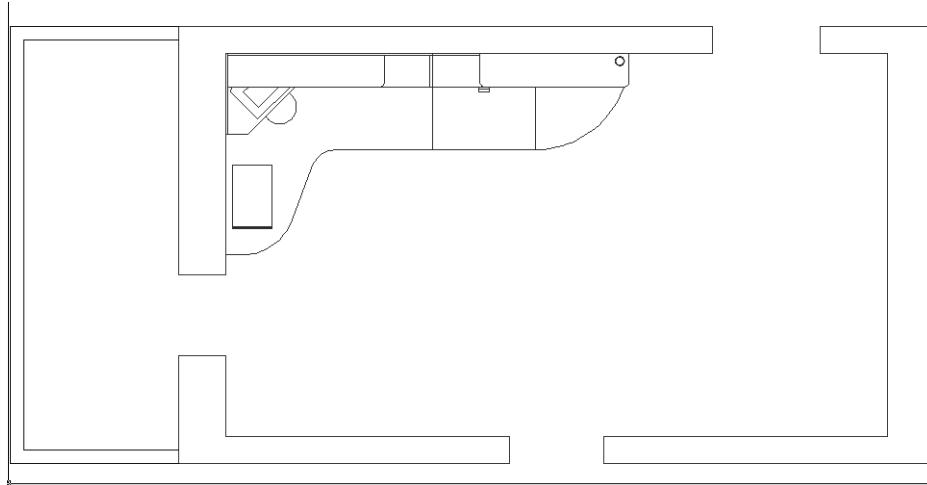

Рис. 7.6 ▼ Контуры балкона и стен с дверными проемами созданы
16. Сместите контур балкона внутрь на 100 мм, затем примените инструмент **Расчленить** (Explode) для расчленения обоих прямоугольников на отдельные линии, удалите правые вертикальные линии обоих контуров и продлите горизонтальные линии внутреннего контура стены балкона до наружного контура стены детской (рис. 7.6).